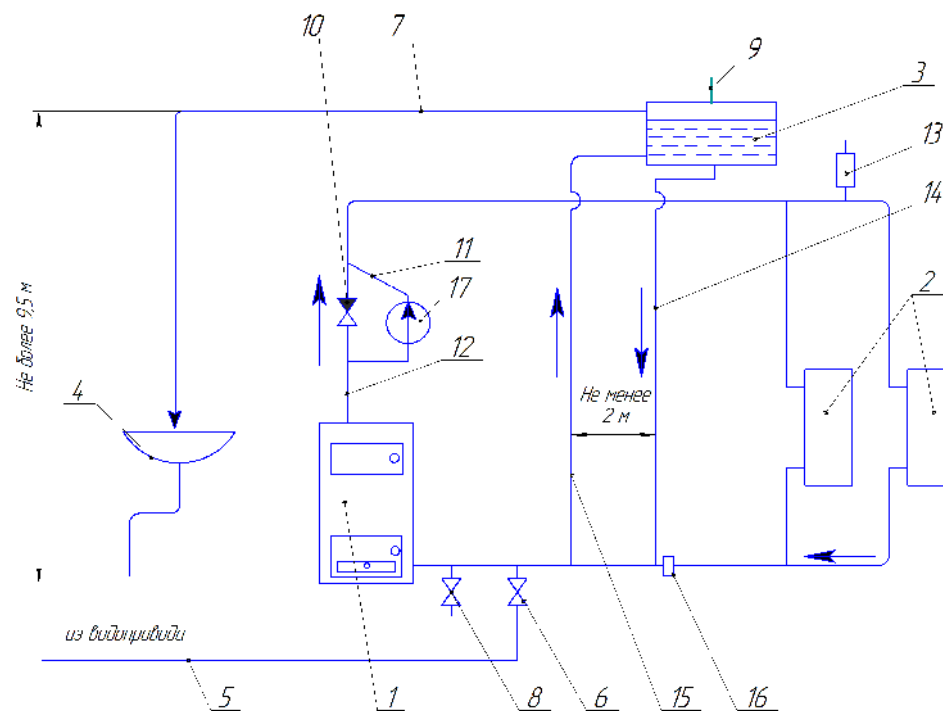
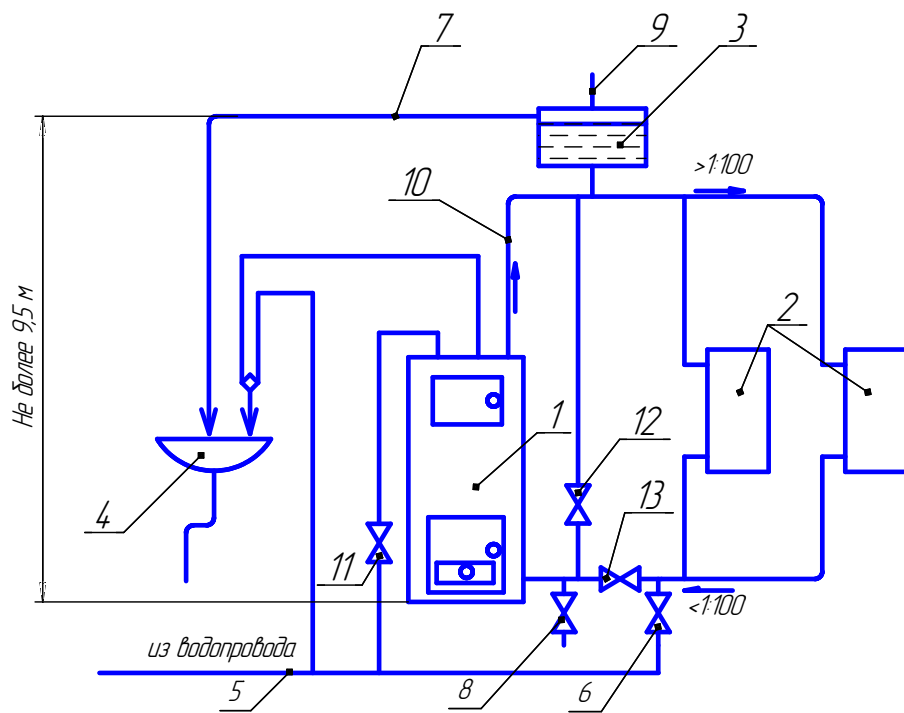
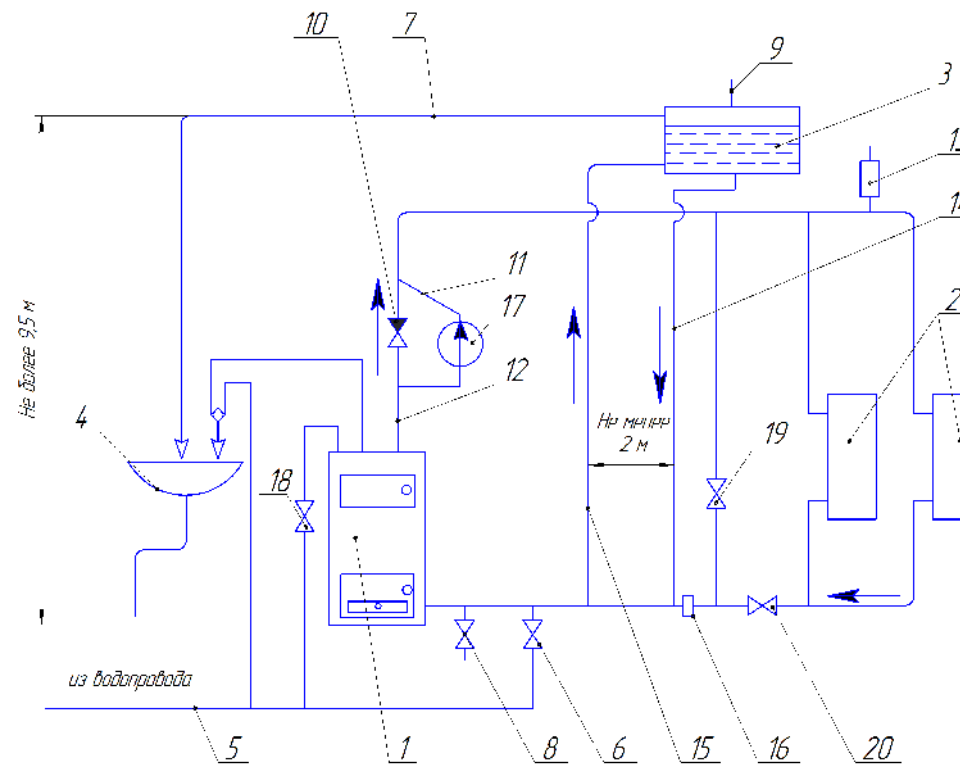

Рисунок 6.3 - Схема присоединения котла к отопительной с искусственной циркуляцией.
Рисунок 6.4 - Схема присоединения котла с водоподогревателем к отопительной системе с естественной циркуляцией.
Рисунок 6.5 - Схема присоединения котла с водоподогревателем к отопительной системе с искусственной циркуляцией.
6.8 При необходимости для создания искусственной циркуляции горячей воды в системах отопления можно использовать циркуляционный насос, например ЦН-25-6 (ЦН-32-6) (рисунок 6.3 и рисунок 6.5).
9.2 При длительном водозаборе горячей воды целесообразно увеличить форсировку котла и довести температуру воды в котле до 85-90 °С, для этого необходимо пробковый кран 12 рисунок 6.4 (19 рисунок 6.5) открыть, кран 13 рисунок 6.4 (20 рисунок 6.5) закрыть. При этом перекрывается система отопления. После окончания водозабора горячей воды и для восстановления циркуляции воды в системе отопления пробковый кран 13 рисунок 6.4 (20 рисунок 6.5) открыть, а кран 12 рисунок 6.4 (19 рисунок 6.5) закрыть. Для обеспечения длительного водозабора с постоянными параметрами воды, котел должен работать в стационарном режиме (с постоянным расходом газа или постоянной форсировкой топки при сжигании твердого топлива).
9.3 При использовании горячей воды в зимнее время кран 12 рисунок 6.4 (19 рисунок 6.5) не открывать на длительное время во избежание замерзания воды в системе отопления.
10.1 Наполнение системы водой из водопровода производится через вентиль 6 (рисунок 6.2 и рисунок 6.3). Наполнять до появления воды из переливной линии. Для опорожнения системы в нижней точке её устанавливается спускной вентиль 8.